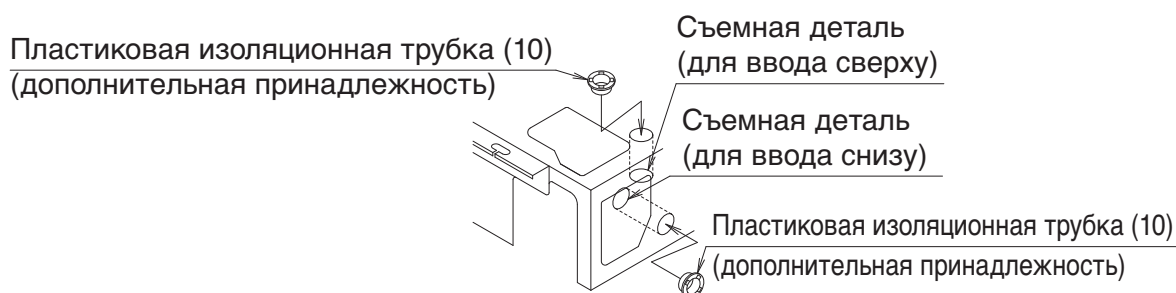

Рис. 6
- Чтобы снять декоративные панели, выверните фиксирующие винты (по одному на каждой) и потяните на себя. **(См. рис. 6)**
- Извлеките дополнительные принадлежности. **(См. рис. 6)**
- Откройте смотровое отверстие со стороны ввода проводки на задней или верхней поверхности и установите пластиковую изоляционную трубку (10).